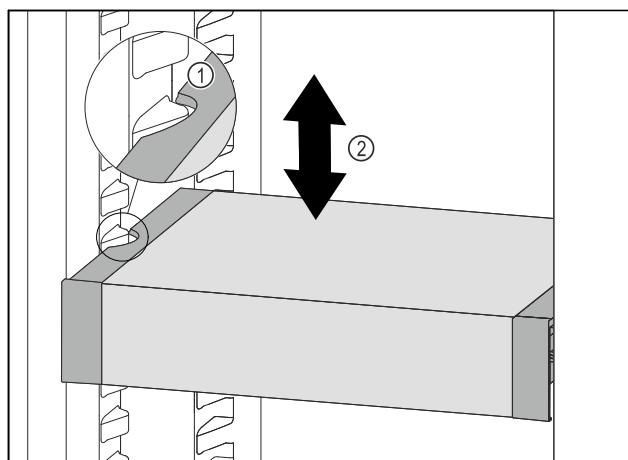

Fig. 133
- Predal VarioSafe povlecite v smeri naprej, dokler nista stranska izreza predala VarioSafe na višini nastavka za posodo v hladilniku. Fig. 133 (1)
- Predal VarioSafe premikajte v hladilniku gor ali dol, dokler ne dosežete želeno višino. Fig. 133 (2)